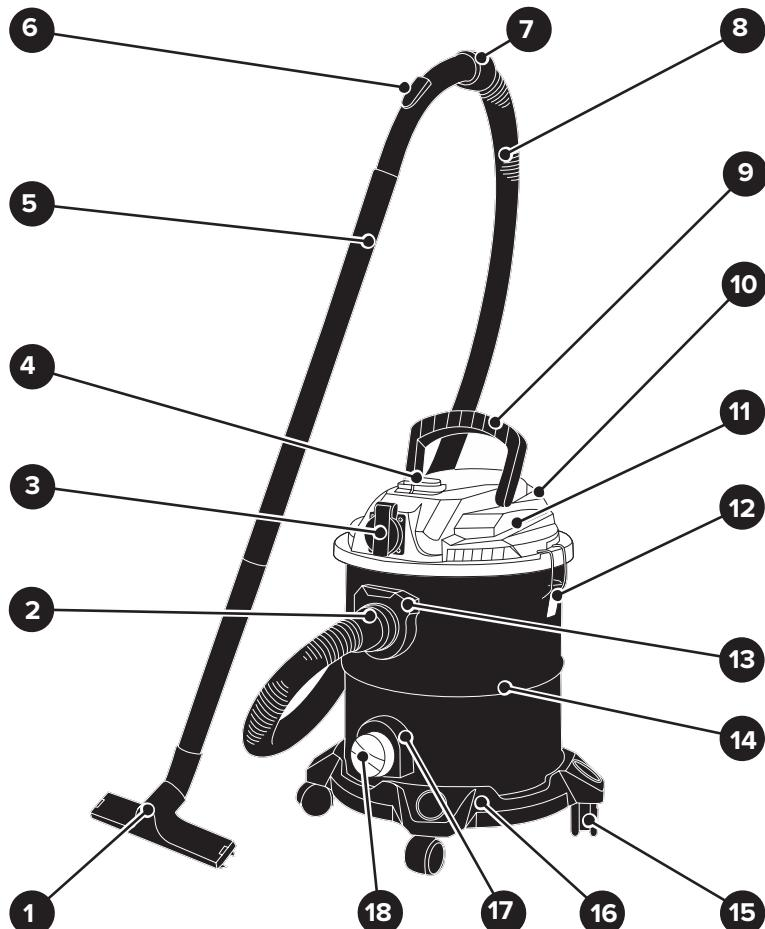

Рисунок 1 — Общий вид пылесоса
- Разблокируйте защелки замков 12 с обеих сторон пылесоса и за ручку 9 снимите блок электродвигателя 11 (см. рис. 1 и схему сборки).
- Снимите фильтр-мешок бумажный (см. рис. 1, схему сборки и табл. 2) с патрубка во внутренней полости бака 14. В случае заполнения фильтр-мешка замените его.
- Проверьте правильность сборки пылесоса (см. рис. 1 и схему сборки).
- Вращательным движением раструб 2 шланга гофрированного 8 установите во фланец воздуходувный, и зафиксируйте его (см. рис. 1 и схему сборки).
- Если длины шланга гофрированного 8 недостаточно, например: при уборке потолка и стен, присоедините к патрубку 7 удлинители 5 (см. рис. 1), и установите насадку щелевую, или насадку для уборки пола 1, или щетку круглую (см. схему сборки и табл. 2).
- На блоке электродвигателя 11 установлена розетка 3 для подключения электроинструмента (см. рис. 1 и схему сборки).
- После установки соответствующего фильтра, за ручку 9 установите блок электродвигателя 11 на бак 14 (см. рис. 1). С помощью защелок заблокируйте замки 12.
- Вращательным движением раstra 2 шланга гофрированного 8 установите во фланец для подключения 13 (см. рис. 1). Установку произведите так, чтобы замок (выступ) на растре 2 вошел в фиксирующий паз фланца для подключения 13.
- **ВНИМАНИЕ!** Перед началом работы с пылесосом внимательно изучите порядок действий с переключателем трехпозиционным 4 (см. рис. 1):
2 и рис. 1): шланг гофрированный 8, удлинители 5, щелевая насадка, насадка для уборки пола 1, щетка круглая, переходник ступенчатый для подключения к пылеотводящему патрубку электроинструмента и другие детали.
- Потяните на себя защелки замков 12 с обеих сторон бака 14 (см. рис. 1 и схему сборки) и откройте замки. За ручку 9 снимите блок электродвигателя 11. Если в баке 14 лежат принадлежности и комплектующие детали пылесоса, то необходимо вынуть их.
- Переверните бак 14 дном вверх. Установите колеса поворотные 15 (см. рис. 1 и схему сборки) в основание 16. Для этого вставьте до упора оси поворотных колес 15 в специальные отверстия в нижней части основания 16, и закрепите их.